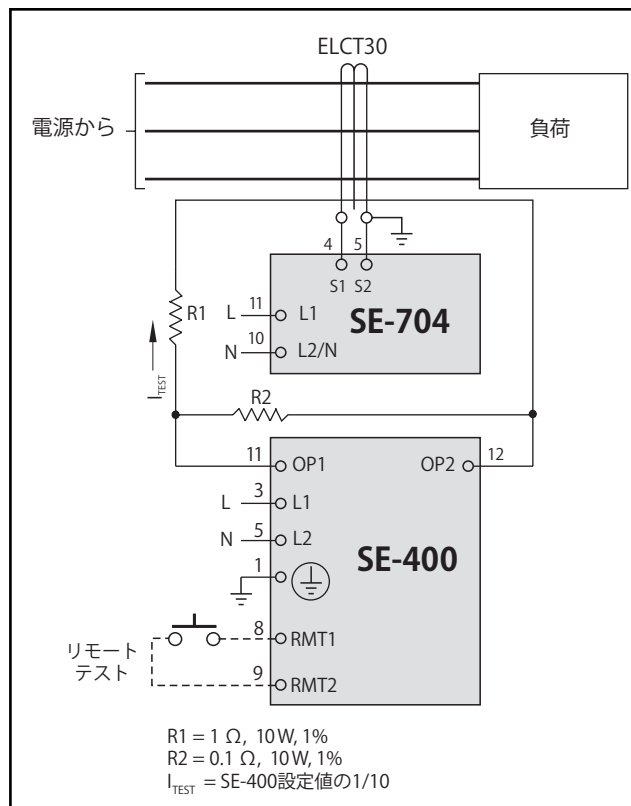

図9.地絡試験回路
4. シミュレートされた、または制御された地絡電流にตอบสนองして、回路遮断装置が適切に反応することを確認します。地絡電流をシミュレートするには、CT一次電流注入を使用します。図9に、SE-400地絡リレー試験装置を使用した試験回路を示します。SE-400は、0.1~9.9秒間、0.5~9.9Aの出力をプログラム設定できます。図9は、注入電流をSE-400の設定値の10%に低減する抵抗の使用法を示しています。試験電流をSE-704の設定値の120%に設定します。少なくとも2.5秒間、電流センサーの窓から試験電流を注入します。被試験回路が適正に反応したことを確認します。問題があれば修正し、適正な反応が確認されるまで試験を繰り返します。